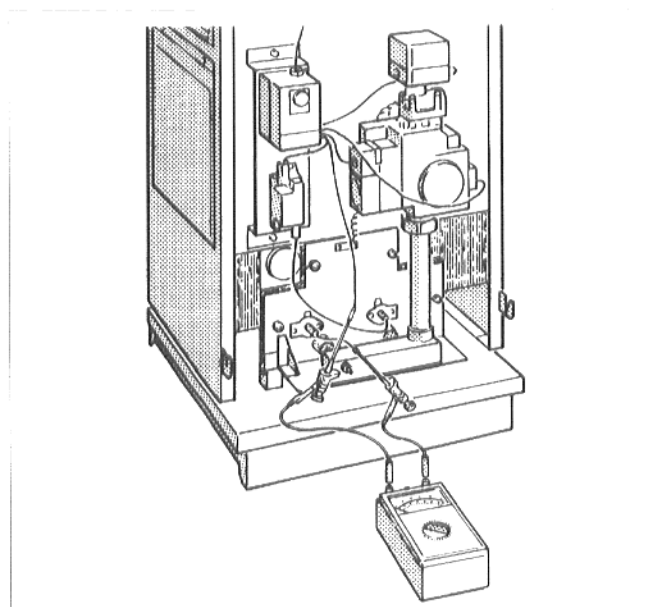

Рис. 15. Замер ионизационного тока.
- Подключить последовательно измерительный прибор к контрольному кабелю и контрольному электроду (рис. 15). Выбрать у измерительного прибора μA -ный диапазон постоянного тока.